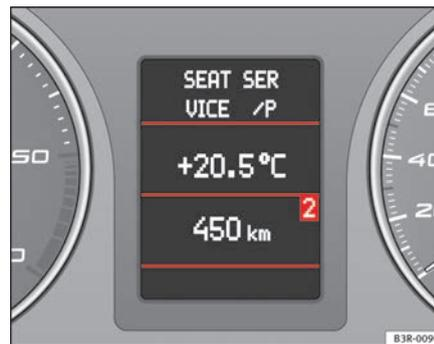

Fig. 64 Système d'information du conducteur
- Pressez à plusieurs reprises la touche **(MODE) B** pour passer à un autre mode de fonctionnement qui s'affiche alors à l'écran du système d'information du conducteur ⇒ fig. 64.